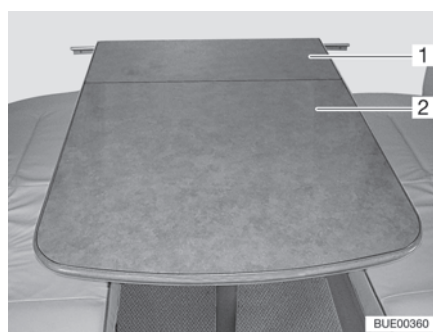
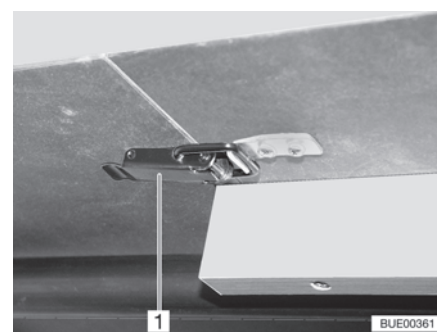

Fig. 94 Prolunga del tavolo inseribile
Fig. 95 Cerniera
- Aprire le cerniere (Fig. 95,1).
- Sollevare leggermente il piano del tavolo (Fig. 94,2) in avanti ed estrarlo fino all'arresto.
- Inserire la prolunga del tavolo (Fig. 94,1) e fissarla con l'apposita cerniera (Fig. 95,1).
- Rimuovere la prolunga del tavolo (Fig. 94,1) e riparla.